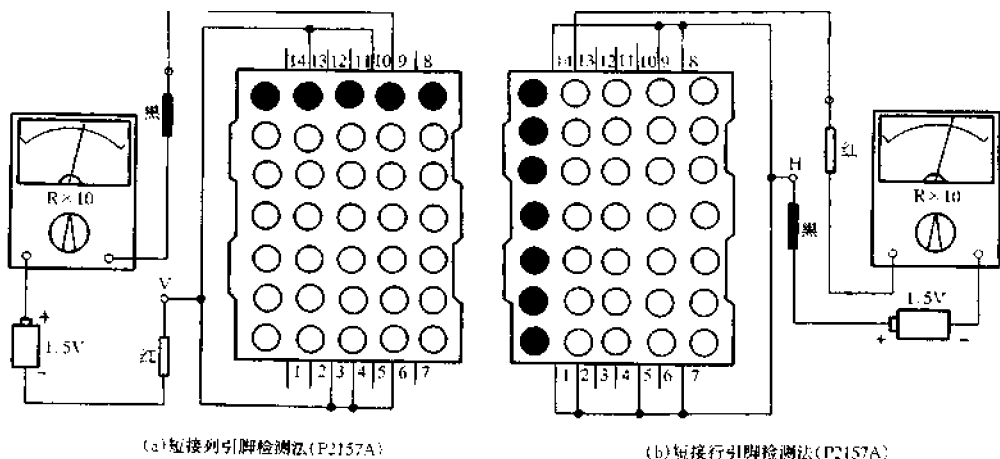

图 4-300 检测 LED 点阵显示器的两种方法
检测方法如图 4-300(a)所示。可将 P2157A 装在多功能试验板上,把列引出脚 a(⑬)、b(③)、c(④、⑪)、d(⑩)、e(⑥)短接合并为一个引出端 V,并把 A(⑨)、B(⑭)、C(⑧)、D(⑤)、E(①)、F(⑦)、G(②)行引出脚用导线分别引出。测试时,将红表笔接 V 端,用黑表笔依次去接触行引出脚的导线,相应的行像素应点亮发光。例如,当用黑表笔触碰⑨脚时,A 行的 5 个像素应同时发光。按此法依次接触⑭、⑧、⑤、①、⑦、②脚,相对应的行像素均应同时发光。
检测方法如图 4-300(b)所示。仍将 P2157A 装在多功能试验板上。把行引出脚 A(⑨)、B(⑭)、C(⑧)、D(⑤、⑫)、E(①)、F(⑦)、G(②)用导线短接合并为一个引出端 H,用导线分别将 a(⑬)、b(③)、c(④、⑪)、d(⑩)、e(⑥)列引出脚单独引出。测试时,将黑表笔接 H 端,用红表笔去接触列引出脚的导线,相应的列像素应点亮发光。例如,当用红表笔接触⑬脚时,a 列的 7 个像素应同时发光。按此法依次接触③、④(⑪)、⑩、⑥脚时,相应的列像素均应同时发光。